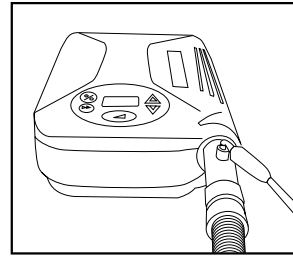

Abbildung 10
3. Sauerstoff wird dem Luftstrom zugeführt, indem ein Ende eines Standard-Sauerstoffschlauches an den Sauerstoffadapter angeschlossen wird und das andere Ende mit der Sauerstoffquelle verbunden wird (**Abbildung 10**).